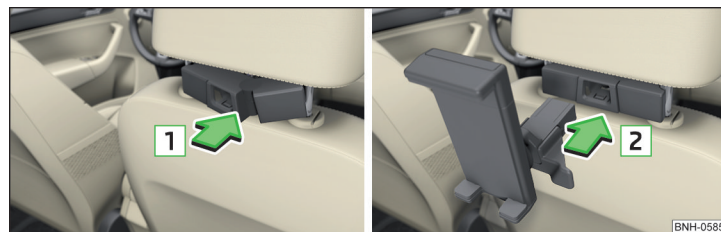

Abb. 85 Adapter anbringen / Halter einbauen
- Den geöffneten Adapter an die Führungsstangen der Kopfstütze vorn ansetzen » Abb. 85.